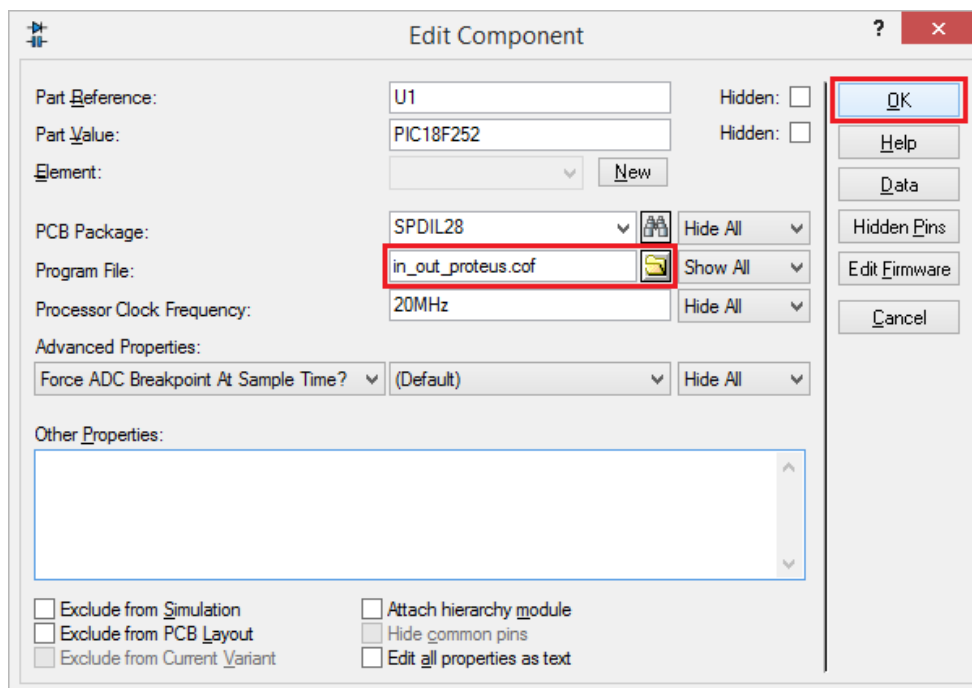

Рисунок 2.42 – Завантаження бінарного файлу з розширенням ***.HEX** або ***.COF** у середовищі моделювання «Proteus»
10. У вікні **Edit Component** > **Program File** натиснути кнопку **OK** (рис. 2.42).